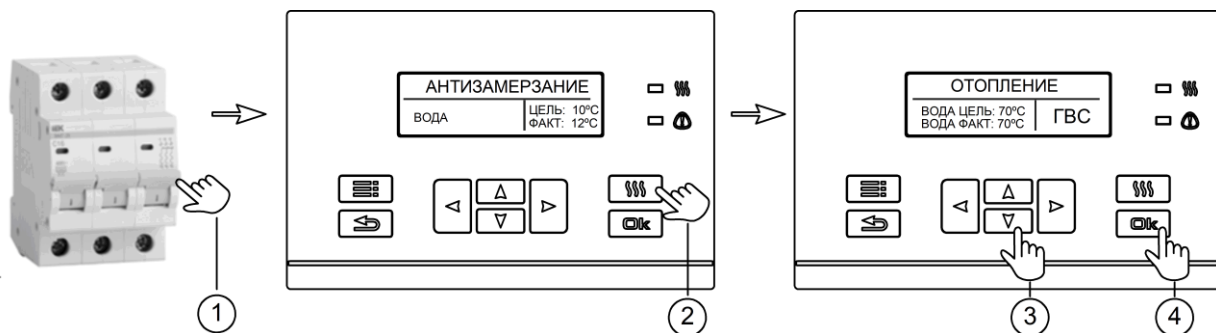

Рисунок 3. Включение и выключение котла
**8.1** Включение и выключение котла выполняется через внешний автоматический выключатель (см. рис. 3).